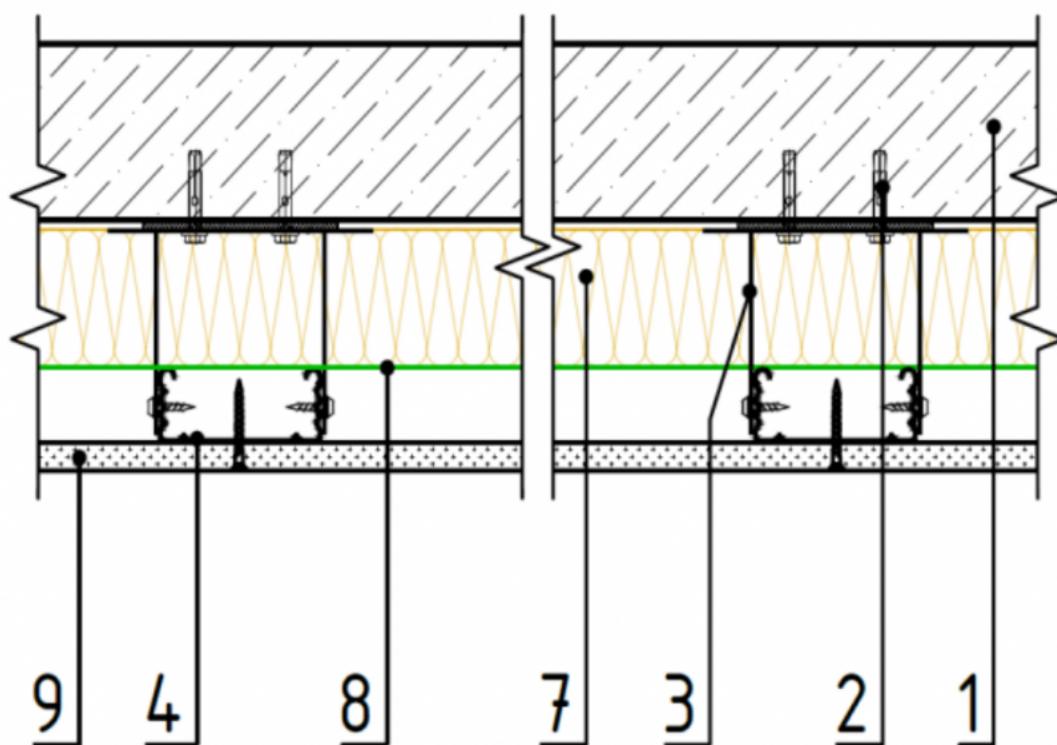

Рисунок 1 - Сечение с указанием номеров состава конструкции
2. Элементом крепления к ж/б плите системы подвесного потолка является металлический анкерный болт 8х60 Рисунок 1.
3. Подвес с зажимом и тягой (аналог: Подвес прямой, Нониус-подвес в сборе) крепится через звукоизоляционную прокладку к плите покрытия Рисунок 1.
4. Профиль ПП 60х27 крепится к подвесу ниже уровня плит из каменной ваты с учетом неровностей основания, одновременно осуществляя прижим утеплителя и пароизоляционной плёнки Рисунок 1.
7. Каменная вата ТЕХНОАКУСТИК / ТЕХНОБЛОК СТАНДАРТ сплошным слоем плотно примыкает к ж/б плите покрытия и временно фиксируется в монтажном положении при помощи скобок в проходящих сквозь тело утеплителя подвесов. Минимальный зазор между швами плит из каменной ваты не должен превышать 2мм Рисунок 1.
8. Пароизоляционный слой располагается между плитами каменной ваты и профилем. Стыки (нахлесты) плёнок обязательно проклеиваются самоклеящейся лентой Рисунок 1.
9. Листовой финишный материал (ГКЛ, ГКЛВ, ГСП, ГВЛ) заводского изготовления в один или два слоя крепится к несущему профилю шурупами по металлу по типу TN 25 Рисунок 1. Суммарная масса смонтированного подвесного потолка с каменной ватой и обшивкой ГКЛ в один слой около 13кг/м².